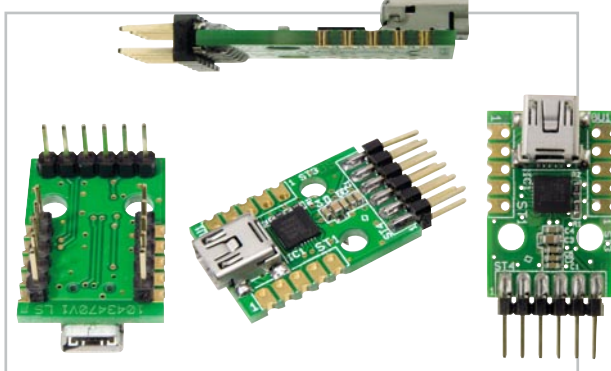
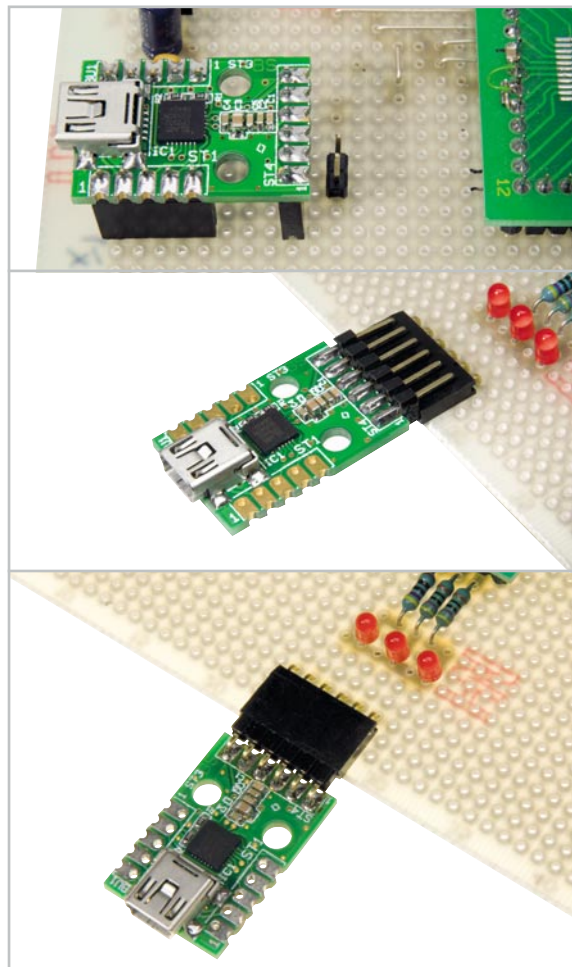

Bild 6: Das Modul kann je nach Bedarf mit Stiftleisten bestückt werden.
Bild 7: Das UM 2102 lässt sich in die eigene Applikation sehr flexibel einbinden bzw. an diese anschließen
– Die Kontakte des Moduls sind im 2,54-mm-Raster angeordnet und die Bohrungen nehmen ein- oder zweireihige Stift- oder Buchsenleisten auf, wie es in Abbildung 6 zu sehen ist. In dieser Variante kann das Modul flexibel eingesetzt werden, indem es je nach Bedarf in die eigenen Schaltungen gesteckt wird. Abbildung 7 zeigt nur einige dieser Möglichkeiten, auch bei solchen Anwendungen wie in Abbildung 2 kann man das Modul sehr einfach direkt im Gerät unterbringen. In der Entwicklungsphase ist diese Art der Anbindung vorteilhaft, da das Modul bei einem Defekt der Applikations-Leiterplatte problemlos wieder entfernt werden kann.